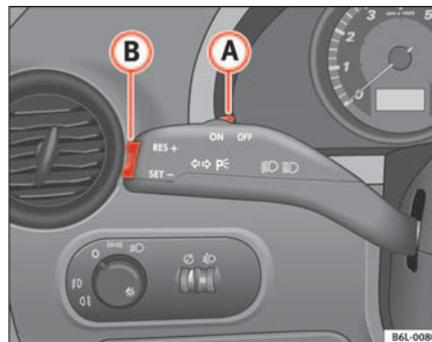

Abb. 98 Blinker- und Fernlichthebel: Schalter und Wippe für die GRA
- Schieben Sie den Schalter ⇒ **Abb. 98** **(B)** nach links auf **ON**.